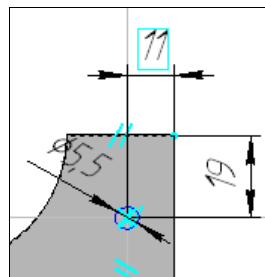

Рис. 18.21. Эскиз отверстия диаметром 5,5
- ♦ на боковой грани создайте эскиз отверстия диаметром 5,5 с размерами от боковых стенок 19 и 11 (рис. 18.21);